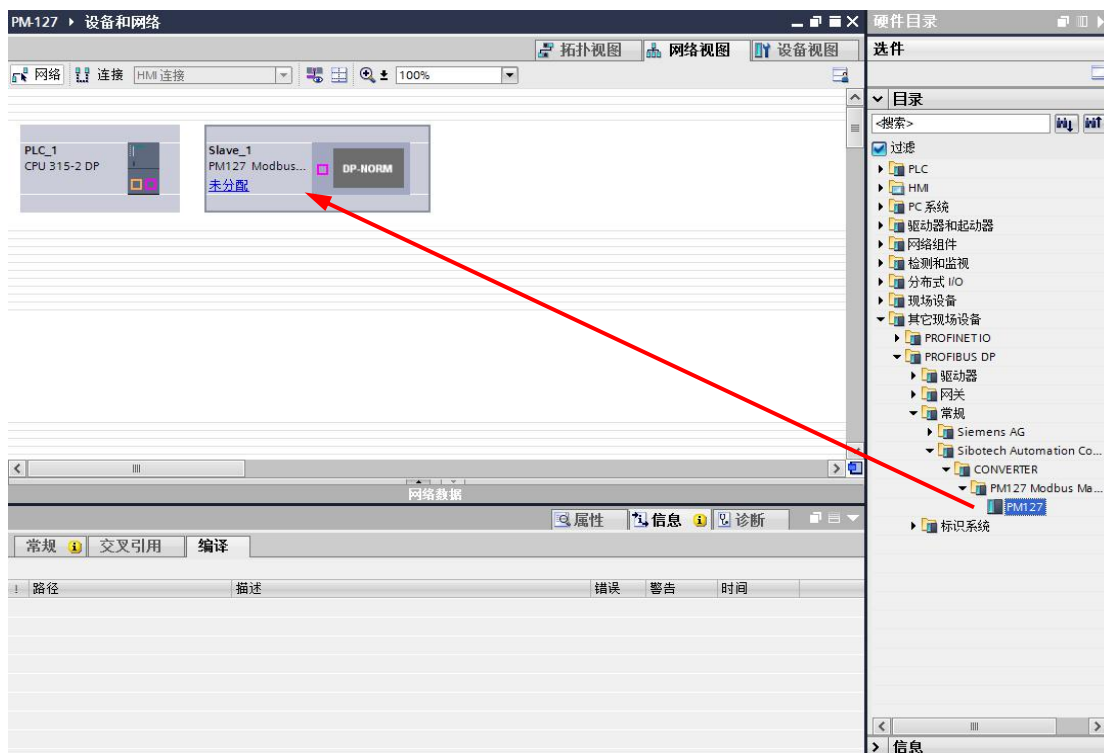

图 16 添加 PM-127
3.4 在右侧目录窗口中添加 PM-127 网关，选择 其他现场设备 > PROFIBUS DP > 常规 > Sibotech Automation Co.,Ltd > CONVERTER > PM127 Modbus Master V4.0>PM127 双击或拖动添加 PM-127，如图 16 所示：